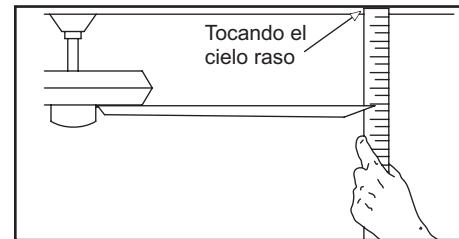

Figura 12
2. La mayoría de los problemas de oscilación del ventilador se deben a que las aspas no están al mismo nivel. Verifica este nivel seleccionando un punto en el techo sobre la punta de una de las aspas. Mide desde un punto en el centro de cada aspa al punto en el techo. Mide esta distancia como se muestra en la Figura 12. Gira el ventilador hasta que la siguiente aspa quede en posición para medir. Repite el procedimiento para cada aspa. Las desviaciones de la medición no deben pasar de 1/8" (3,2 mm). Enciende el ventilador por 10 minutos.
3. Alinea los tres orificios de la cubierta de la caja del interruptor en el ensamblaje del soporte del kit de luces con los tres orificios de la caja del interruptor en el conjunto motor- ventilador. Asegúrate de que la muesca en la cubierta de la caja del interruptor en el conjunto del soporte del kit de luces permita que el interruptor de reversa, en la caja del interruptor del conjunto motor-ventilador, se mueva libremente. Coloca el conjunto del soporte del kit de luces y vuelve a instalar los tres tornillos que fueron retirados en el primer paso para asegurar bien el conjunto del kit de luces. (Figura 12)